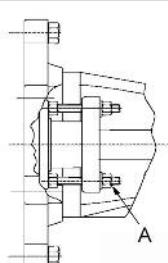

FIG. 7
10. Si nécessaire, le foulard du presse-étoupe peut être resserré avec modération à l'aide des écrous (**A FIG. 7**).